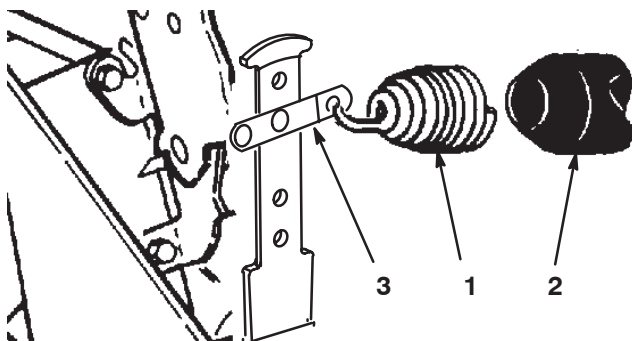

Bild 17
6. Setzen Sie am hinteren Gegengewichtarm die Plastikabdeckung auf die Feder, bevor Sie das andere Ende der Feder in die Federkette im zweiten Loch von oben einhaken (Bild 17).